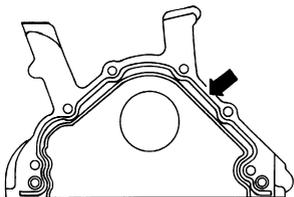

图 2-56 在干净的法兰密封面上涂密封剂
- 2) 按图 2-56 箭头所示,在干净的法兰密封面上涂密封剂,涂层厚 $2\sim 3\text{mm}$ 。